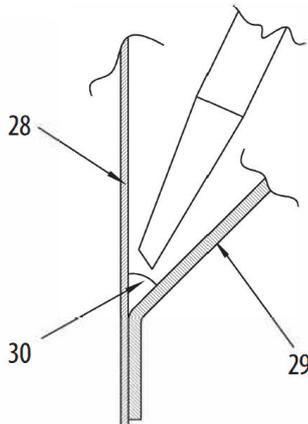

Abb. 9: Versiegeln des Tanks
- Schritt 2: Setzen Sie den Netzdeckel 8(Abb.9,3) des Bodens auf den Behälter auf.
- Schritt 3: Verbinden Sie die Ausgleichsfeder (Abb.9,7) mit der Verbindungsstelle (Abb.9, 4 und 6) des Steckers am Spezialsauger.